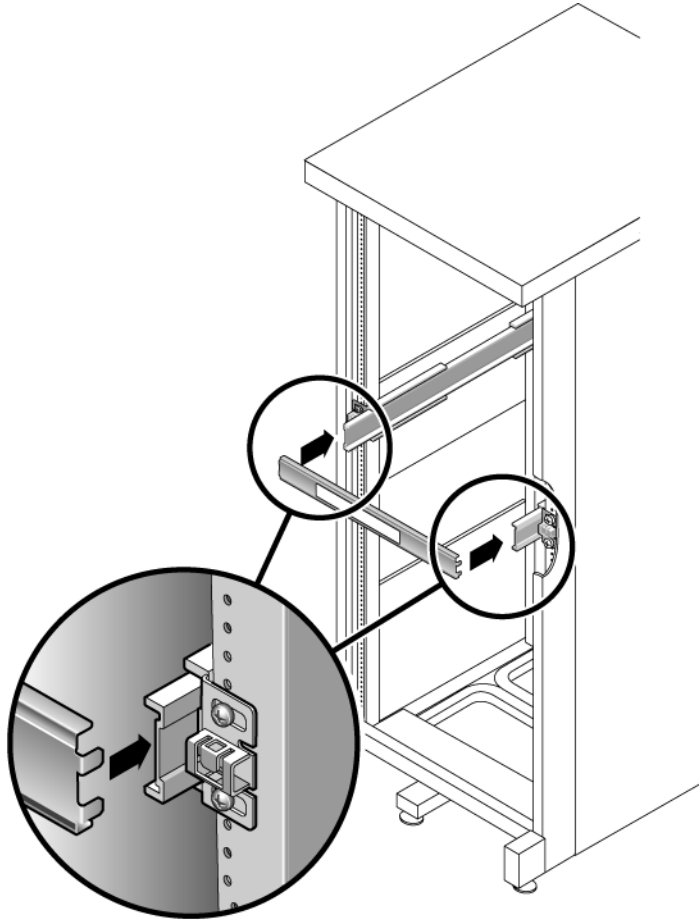

FIGURE 2-17 Réglage de la distance entre les rails coulissants
- a. À l'avant du rack, insérez le côté gauche de l'outil dans les fentes à l'extrémité du rail gauche (FIGURE 2-17).